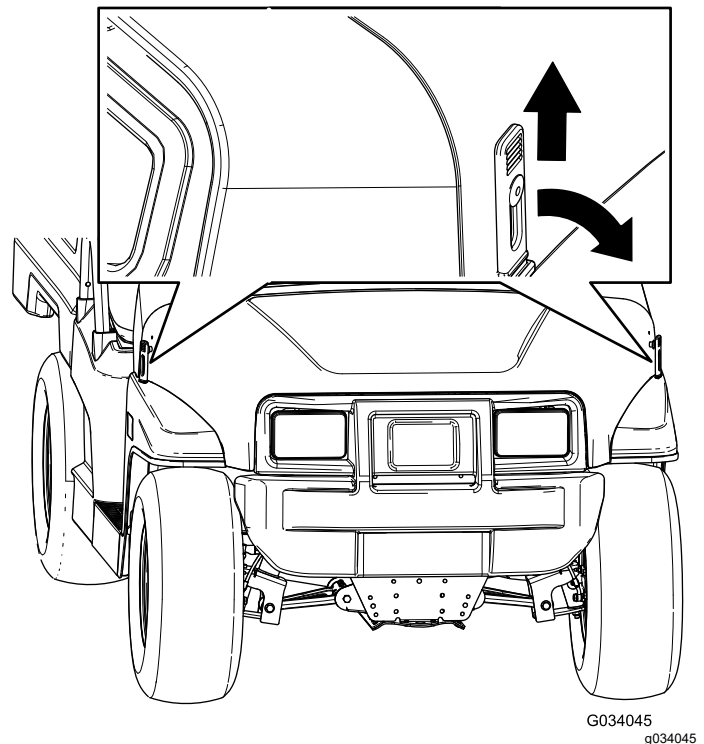

Figura 23
1. Tire hacia arriba de los enganches de goma de cada lado del capó (Figura 23).
2. Sujete el capó alineando los cierres de goma con los anclajes situados en cada lado del capó (Figura 23).